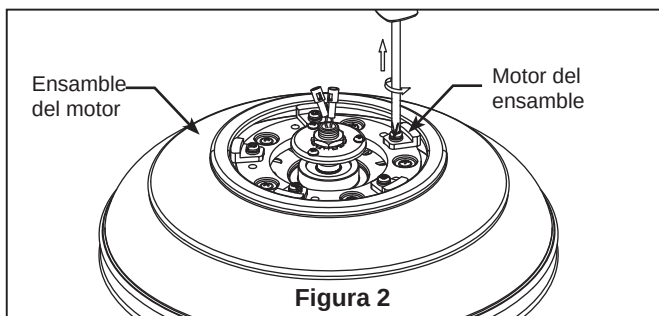

Figura 2
- ☐ 2. Extraiga uno de los dos tornillos de la cubierta del adaptador y guarde el tornillo. Afloje ligeramente los otros tornillos. (Figura 2)